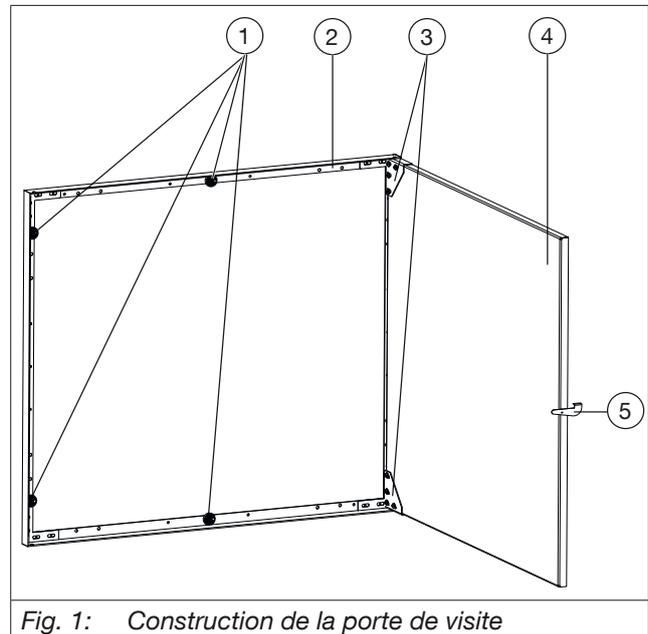
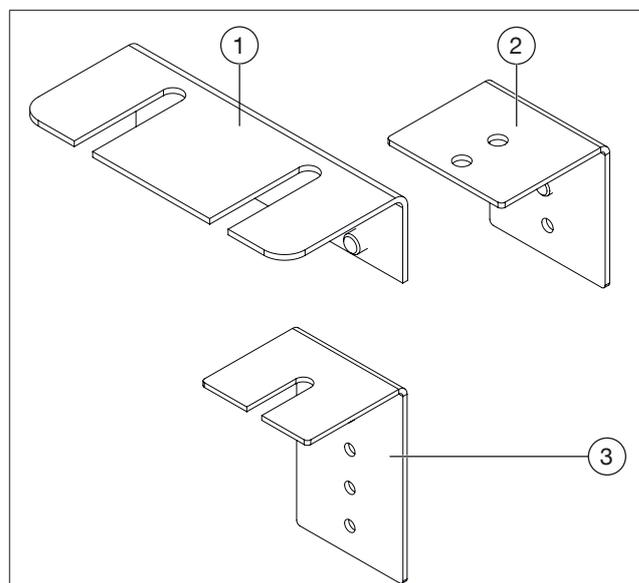

Fig. 1: Construction de la porte de visite
Fig. 5: Équerres de fixation jointes à la livraison
(1)	Équerre de fixation
(2)	Équerre de fixation courte
(3)	Équerre de fixation longue
- Ouvrir complètement la porte (voir Fig. 1 en page 24).
5. Visser à la main les équerres de fixation (1) (voir Fig. 5 en page 25) sur le cadre (voir Fig. 1 en page 24).
1. Ouvrir complètement la porte (voir Fig. 1 en page 24).